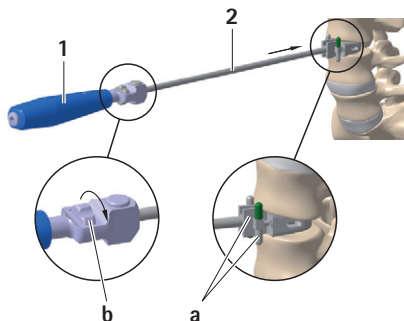

Fig. 1
- ▶ Monter le guide pour burin **2** avec la hauteur et l'angle d'implant souhaités sur le manche **1**, voir Fig. 1.
- ▶ Tourner la molette **b** dans le sens des aiguilles d'une montre et régler l'arrêt de sécurité **a** à la longueur de burin minimale, voir Fig. 1.
- ▶ Insérer le guide pour burin **2** au centre de l'espace intervertébral et régler l'arrêt de sécurité **a** sous contrôle radiologique à la profondeur de burinage souhaitée, voir Fig. 1.